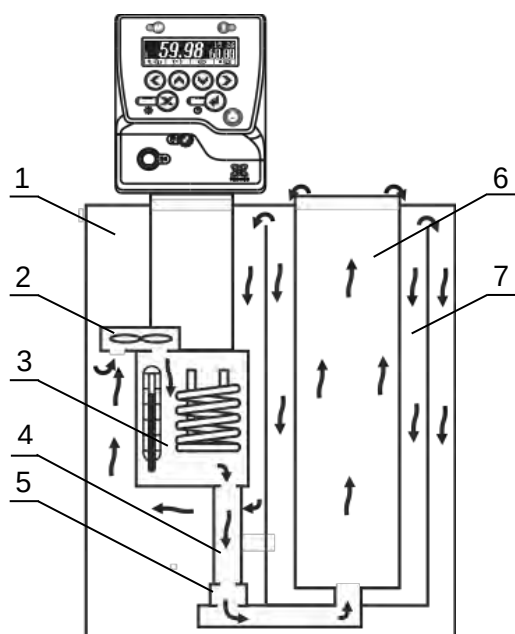
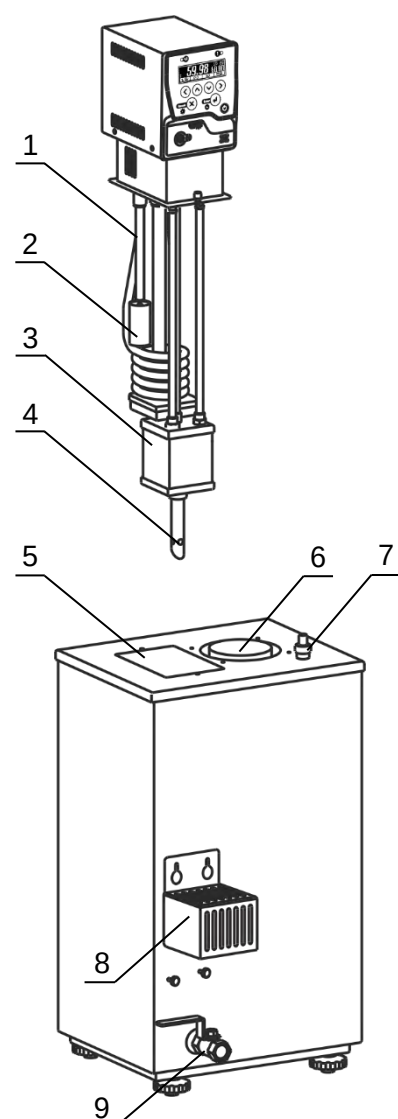

Рисунок 3 — Устройство термостата
Рисунок 4 — Установка блока регулирования
1.4.9 Циркуляционный насос 2 блока регулирования температуры (рисунок 3) забирает теплоноситель из основной ванны 1 и нагнетает его в резервуар 3 с нагревателем и датчиком температуры. В резервуаре температура теплоносителя регулируется и далее, через выходную трубку 4, вставленную в муфту 5, теплоноситель поступает в рабочую ванну 6, а из нее, переливом через верхний край ванны, поступает в дополнительную ванну 7.
2.2.3 Убедиться в том, что поплавков 2 (рисунок 4) свободно перемещается вниз под действием собственного веса при вертикальном положении блока регулирования. Если этого не происходит, устранить возможный зажим штока поплавка смещением свободного конца защитной трубки 1, в которой расположен шток.
2.2.4 Установить блок регулирования в отверстие 5, при этом выходная трубка 4¹ (рисунок 4) должна войти в муфту 5 (рисунок 3) на дне основной ванны. После установки закрепить блок регулирования на ванне винтовыми фиксаторами.
2.2.5 Защитный кожух 8 (рисунок 4) установить на сливной кран 9, убедившись, что кран закрыт.
2.2.8 Причина отсутствия перелива — неправильная работа насоса, вызванная воздушной пробкой, образовавшейся в резервуаре 3 (рисунок 4). Для ее устранения необходимо:
2.4.2 Снять защитный кожух 8 (рисунок 4), прикрутить сливную трубку из комплекта поставки к сливному крану 9. Свободный конец трубки опустить в емкость для сбора теплоносителя объемом, превышающим объем термостата.